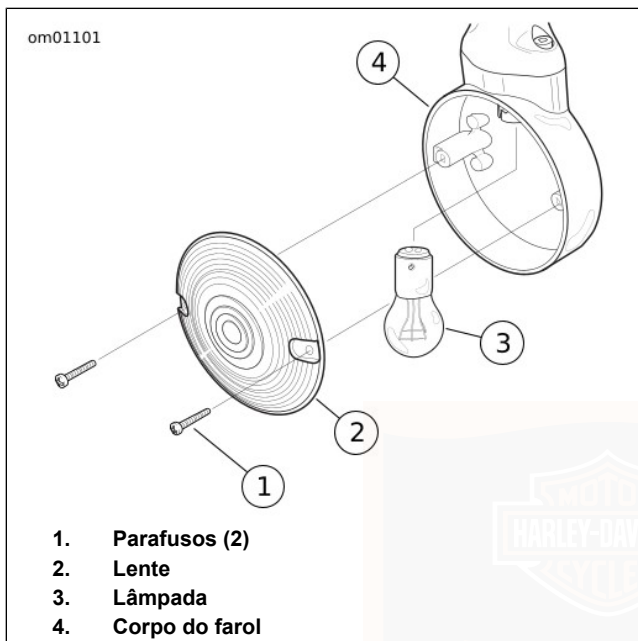

Figura 80. Conjunto da luz indicadora de mudança de direção: Tipo lente plana
1. Ver Figura 80. Retirar os dois parafusos para libertar a lente do corpo do farol.